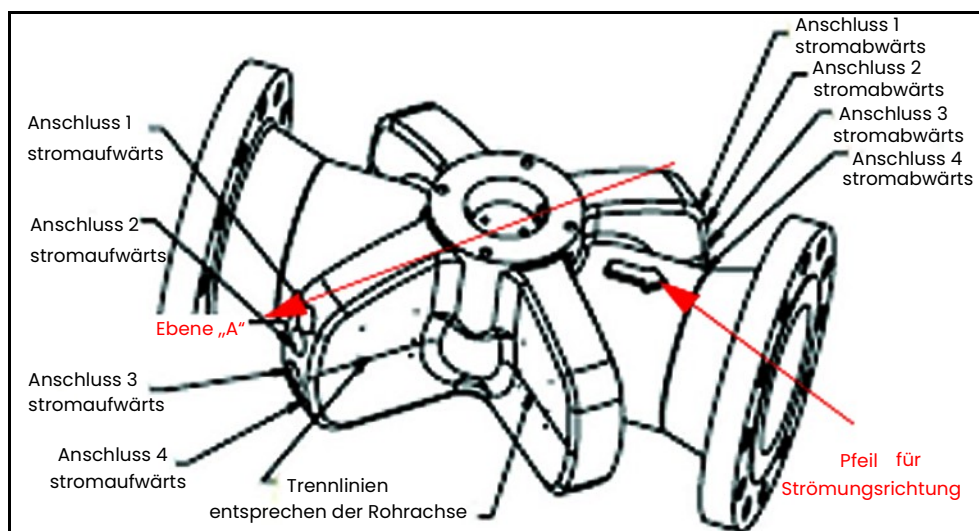
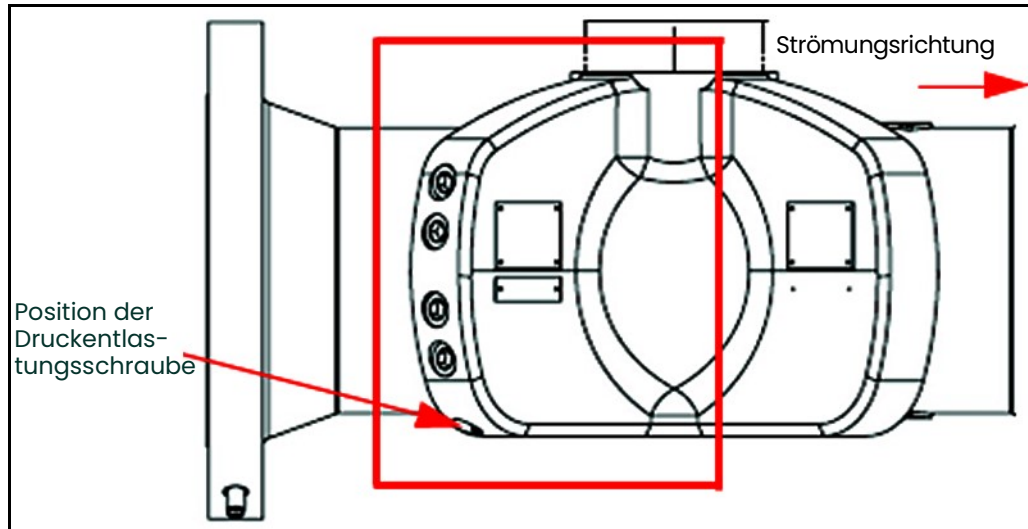

Abbildung 90: Sensorquadrant Ebene „A“ (stromaufwärts) – Draufsicht
Abbildung 91: Sensorquadrant Ebene „A“ (stromaufwärts) – Seitenansicht
Um den Systemdruck abzulassen, beachten Sie *Abbildung 90* unten und *Abbildung 91* auf Seite 106, und führen Sie folgende Schritte aus:
2. Lassen Sie potenziellen Druck über die *Druckentlastungsschraube* an der Unterseite des Sensorquadranten Ebene „A“ (stromaufwärts, siehe *Abbildung 91* oben) mit einem 10-mm-Innensechskantaufsatz oder -schlüssel ab. Lösen Sie die Druckentlastungsschraube langsam um 2 bis 3 volle Umdrehungen oder bis die Schraube am integrierten Sicherheitsanschlag anschlägt.